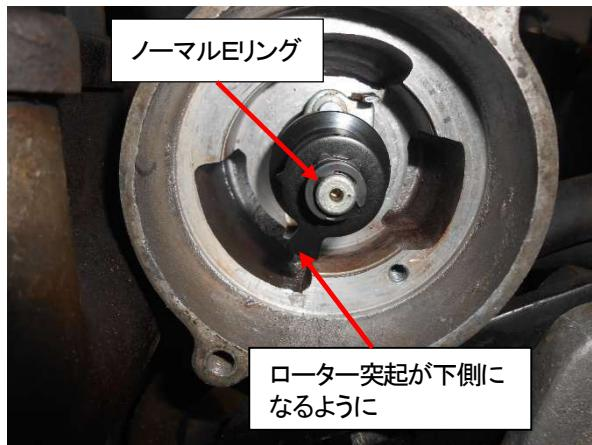
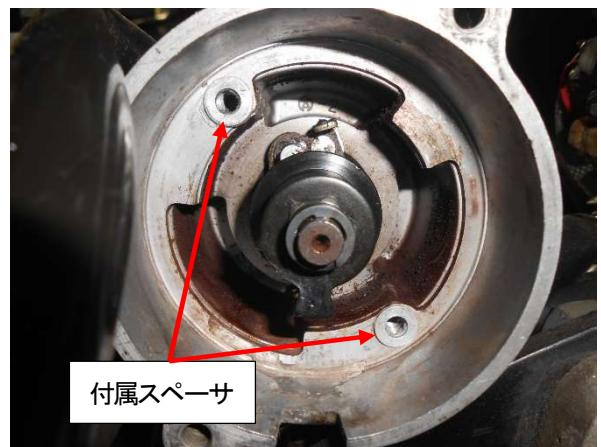

図3、タイミングローターの装着
図4、スペーサの貼り付け
- ③タイミングロータを取付けて下さい(8ページ、図3)。
- ④SP2ピックアップASSY(タイミングプレート付)を車両のスクリュ、ワッシャを使用して仮止めして下さい。
- ⑤W1SA及びW3は付属の5*1.5スペーサを使用して浮かせて取付けます。(図4、5)
- ⑥タイミングプレートをタイミングロータとの位置を合わせ本締めしてください。(図4)